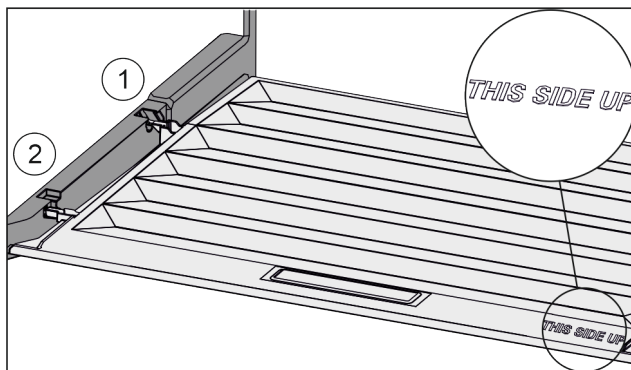

Fig. 28
- ▶ Prečke poklopca uvedite preko otvora stražnjeg držača Fig. 28 (1) i uglavite ih u držač Fig. 28 (2).